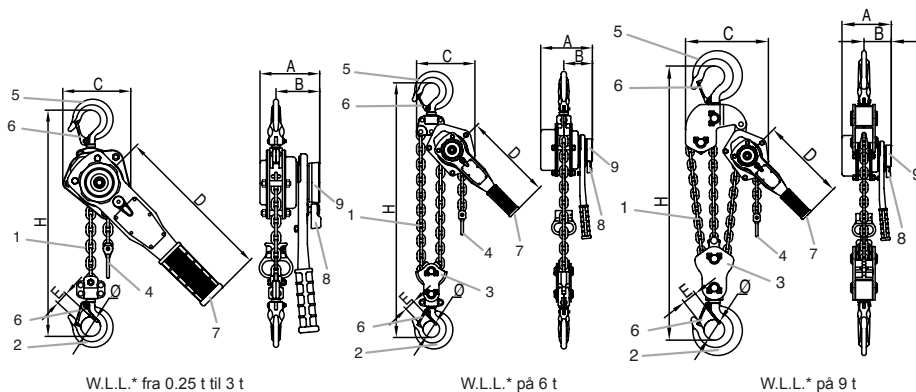

Fig. 1
bravo™ taljen leveres utstyrt med en løftekjetting (nr. 1, fig. 1) med standard lengde på 1.50 m. Løftekjettingen for modellene fra 0.5 t til 3 t består av kun en part med en løftekrok i den ene enden (nr. 2, fig. 1). Løftekjettingen til modellen 6 t består av 2 parter og en løftekrok med blokk (nr. 3, fig. 1). Kjettingens frie ende er utstyrt med en nedre endestopp (nr. 4, fig. 1).
1. Kontroller at bravo™ taljen er riktig festet til forankringskroken (nr. 5, fig. 1) og at krokspærren (nr. 6, fig. 1) er helt lukket (se figur 2 og 3).
bravo™ taljen betjenes ved hjelp av en arm (nr. 7, fig. 1) som brukeren aktiverer med oppog- ned-bevegelser for å løfte eller senke en last, trekke eller påføre et trykk.